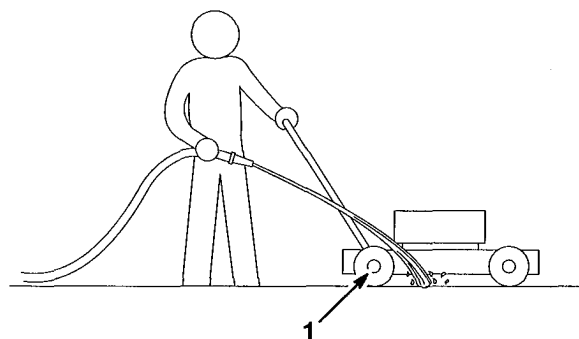

Figure 30
3. Tenir le tuyau d'arrosage à hauteur du guidon et diriger l'eau de manière à ce qu'elle s'écoule sur le sol just à l'avant du pneu arrière droit (Fig. 30). La lame en rotation aspirera l'eau sous la tondeuse pour la laver des débris et déchets d'herbe. Laisser l'eau couler pendant quelques minutes ou jusqu'à ce que plus aucun débris ne soit chassé du dessous du carter.